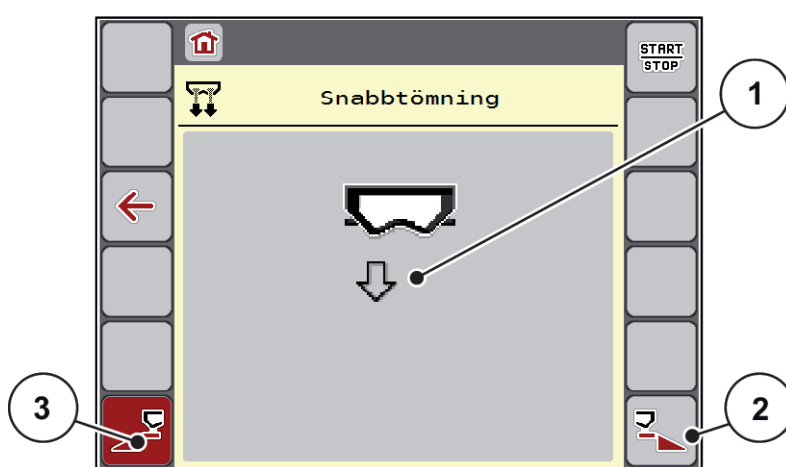

Fig. 20: Meny Snabbtömning
*Displayen visar den valda delbredden som symbol (Fig. 20 position [3]).*